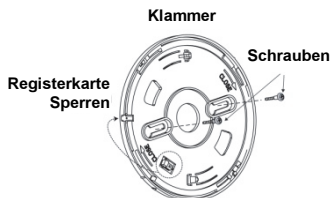

Abbildung 7: Installation des Rauch- und Hitzemelders
2. Entfernen Sie den Sicherungsstift, der die Halterung an der Einheit befestigt (siehe Abbildung 7).
6. Bringen Sie mit Hilfe der Schrauben (mitgeliefert) die Halterung an der Wand an, wie in Abbildung 7 dargestellt
Schieben Sie den Sicherungsstift ein, um die Montagehalterung an dem Melder zu befestigen (siehe Abbildung 7).